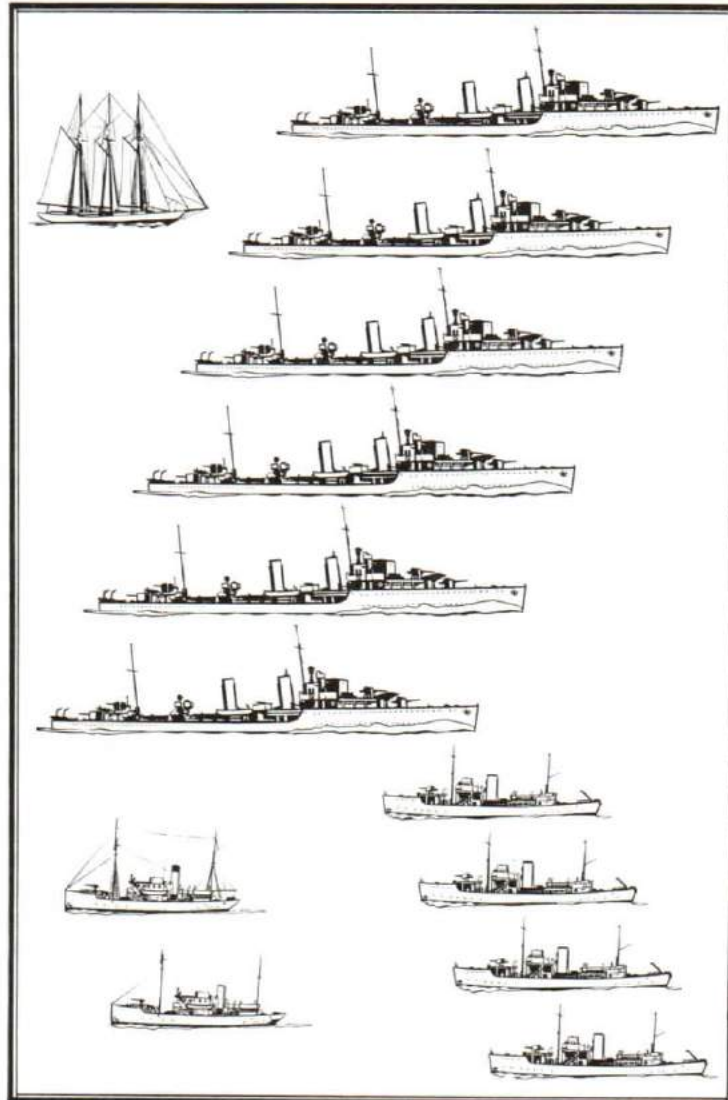

Figure 1-7
7. In 1938 four minesweepers of the Basset class were built and commissioned as *Fundy*, *Gaspé*, *Comox*, and *Nootka*. Further, a training schooner, *Venture*, had been commissioned and stationed in Halifax. This was the shape of things in 1939: six destroyers, four minesweepers, one auxiliary schooner, and two other smaller vessels. See Figure 1-7.
7. En 1938, on construisit quatre dragueurs de mines de la classe Basset qui entrèrent en ligne sous les noms de *Fundy*, *Gaspé*, *Comox* et *Nootka*. En outre, une goélette-école, le *Venture*, était entrée en service et basée au port d'Halifax. Telles étaient donc les conditions en 1939: six destroyers, quatre dragueurs de mines, une goélette auxiliaire et deux autres unités plus petites (voir la figure 1-7).